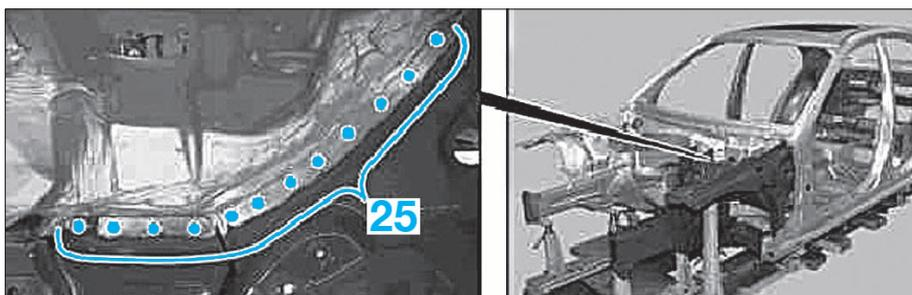

FIG. 23
- Souder à la pointeuse électrique par points les points dans les zones (24).
- la zone (25) (Fig.23).